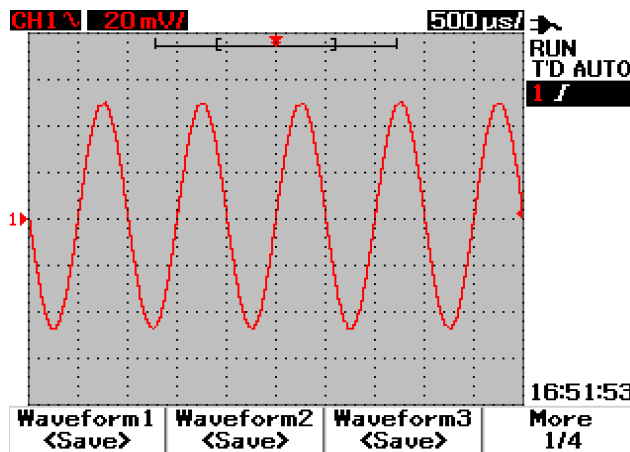

**Figura 3-41** La scritta <Load> indica che il file di configurazione è stato salvato in Setup 1 e che è possibile premere F1 per richiamarlo dalla memoria interna
- 5 Premere di nuovo F1 per richiamare Setup 1 dalla memoria interna (Figura 3-41).